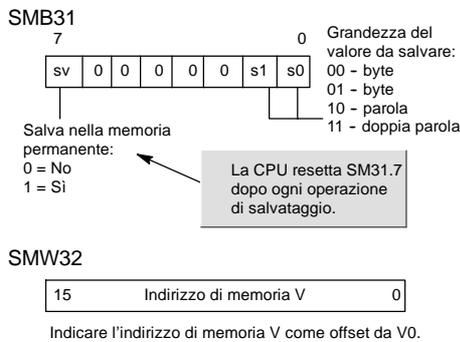

Figura 4-17 SMB31 e SMW32
Il byte di merker speciale 31 (SMB31) comanda all'S7-200 di copiare un valore dalla memoria V nell'area di memoria V della memoria permanente. La parola di merker speciale 32 (SMW32) memorizza l'indirizzo del valore da copiare. La figura 4-17 illustra il formato di SMB31 e SMW32.
2. Caricare la grandezza dei dati in SM31.0 e SM31.1, come indicato nella figura 4-17.